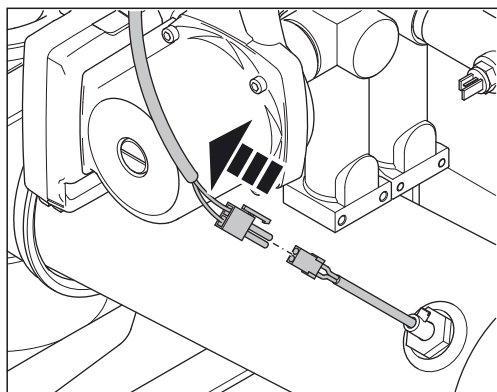

Figura 6-12 Allentare lo spinotto per la sonda di temperatura fumi
1. Togliere la cappa insonorizzante e rimuovere il rivestimento della caldaia. Allentare lo spinotto dal cavo della sonda (figura 6-12).